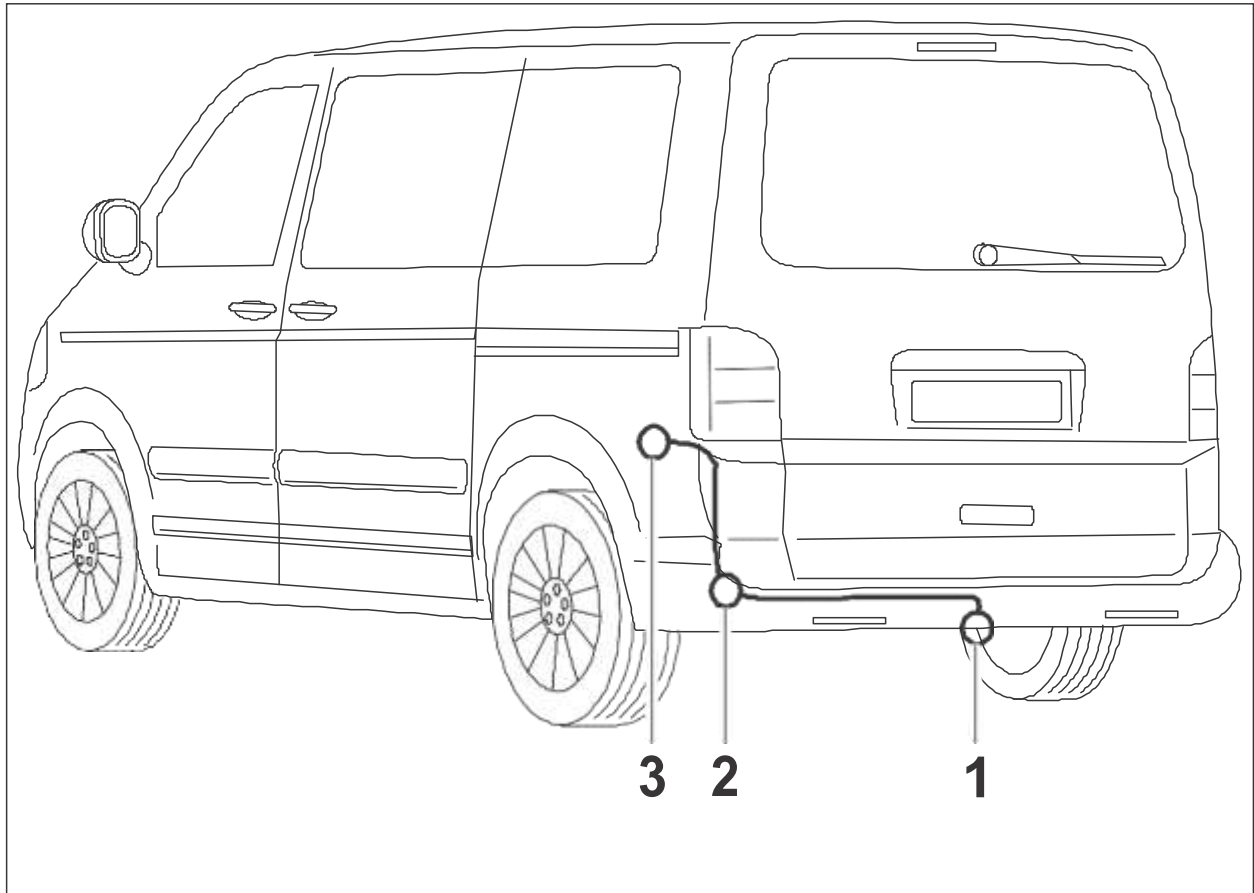

Bild 1: Monteringsöversikt
3. Dra kabelsatsens stickdoseände genom genomföringshylsan (bild 1/2) på bilens vänstra baksida utåt mot fästplåten för uttaget (bild 1/1). Täta genomföringshylsan ytterligare med butylband från leveransomfånget.
7. Skruva fast stickdosan på fästplåten (bild 1/1) med de bifogade skruvarna.
9. Montera bilens genomföringshylsa (bild 1/2) på kabelknippet, skjut den längs kabelknippet och sätt in den utifrån i bilens hål. Täta genomföringshylsan ytterligare med tätningsplattan (butylband) från leveransomfånget.
10. Sätt i och kläm fast de 8- och 12-poliga kontakterna på de motsvarande motkontakterna vid det bakre vänstra kopplingsstället (bild 1/3). Dra ut den befintliga 8-poliga bryggkontakten om sådan finns (används inte mer).